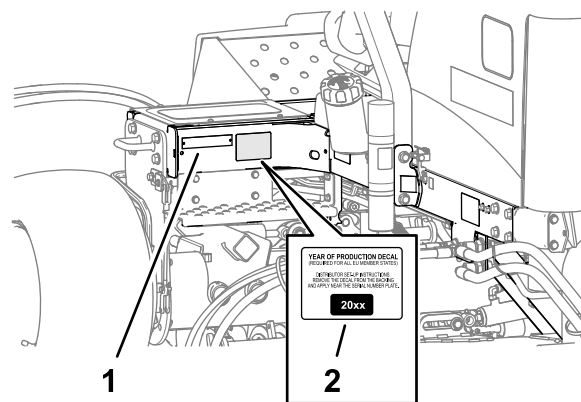

**Bild 36**
1. Positionieren Sie das Auspuffschutzblech um den Schalldämpfer, während Sie gleichzeitig die Befestigungslöcher auf die im Rahmen abstimmen (**Bild 36**).
2. Befestigen Sie das Auspuffschuttblech mit vier Blechschrauben am Rahmen (**Bild 36**).